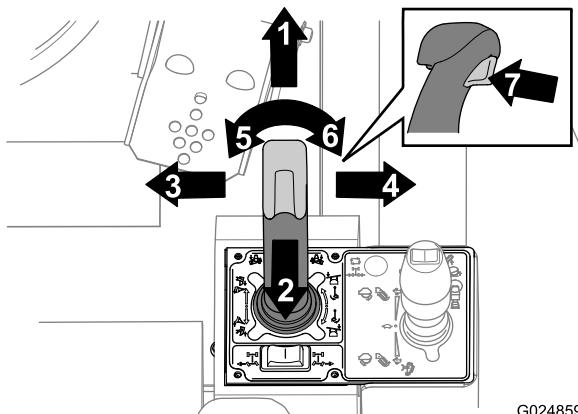
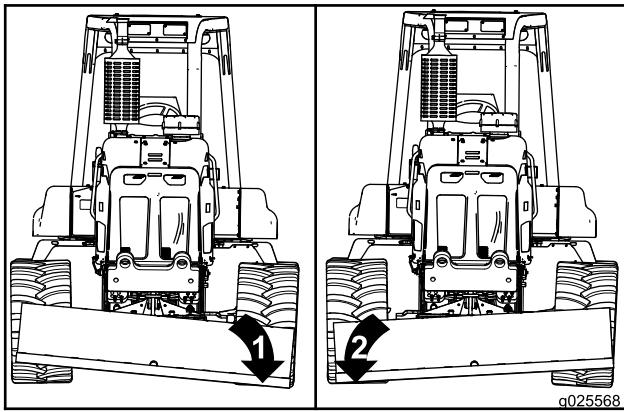
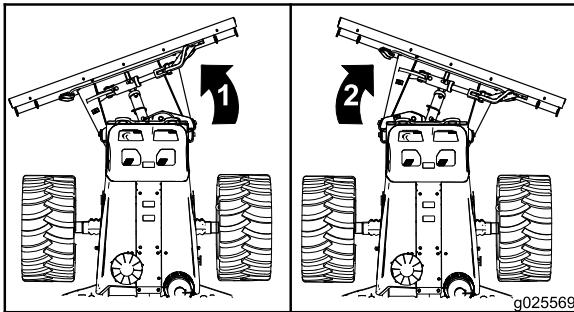

Figura 53
Figura 56
Figura 57
Use a lâmina de reaterro para repor o material escavado na vala. Controle a lâmina de reaterro com o joystick de lâmina de reaterro/arado vibratório. Use o joystick, acionador e botão do polegar conforme mostrado na Figura 53.
- Para inclinar a lâmina de reaterro à esquerda: Mova o joystick à esquerda – em sua direção (Figura 53 e Figura 56).
- Para inclinar a lâmina de reaterro à direita: Mova o joystick à direita – para longe de você (Figura 53 e Figura 57).
- Para girar a lâmina de reaterro à esquerda: Pressione a metade esquerda do controle do polegar (Figura 57).
- Para girar a lâmina de reaterro à direita: Pressione a metade direita do controle do polegar (Figura 57).
- Para sustar a lâmina de reaterro: Mantenha o joystick na posição Hold (Neutro) (Figura 53).
- Para suspender a lâmina de reaterro: Puxe o acionador (Figura 53).